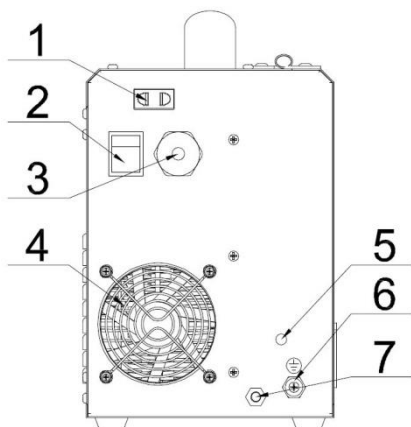

Рис.2. Задняя панель
После выполнения действий, указанных выше, переведите тумблер выключателя электросети в положение «Вкл.» (Рис.2, п.2), аппарат начнет свою работу с включения дисплеев показаний и работы вентилятора.
После выполнения всех необходимых работ, выключите аппарат посредством перевода тумблера выключателя электросети в положение "Выкл." (Рис.2, п.2).
**Снабжение газом:** Подсоедините газовый шланг к медному штуцеру (Рис.2, п.7). Система газоснабжения, состоящая из газового баллона, редуктора и газового шланга, должна иметь плотные соединения, чтобы обеспечить надежную подачу газа, что является чрезвычайно важным для осуществления сварки в среде защитных газов. (Примерная схема показана на рисунке ниже).
После выполнения действий, указанных выше, переведите тумблер выключателя электросети в положение "Вкл." (Рис.2, п.2), аппарат начнет свою работу с включения питания и работы вентилятора.
После выполнения действий, указанных выше, переведите выключатель электросети в положение "Вкл." (Рис.2, п.2), аппарат начнет свою работу с включения дисплеев и работы вентилятора.
После выполнения всех необходимых работ выключите аппарат посредством перевода тумблера выключателя электросети в положение "Выкл." (Рис.2, п.2).